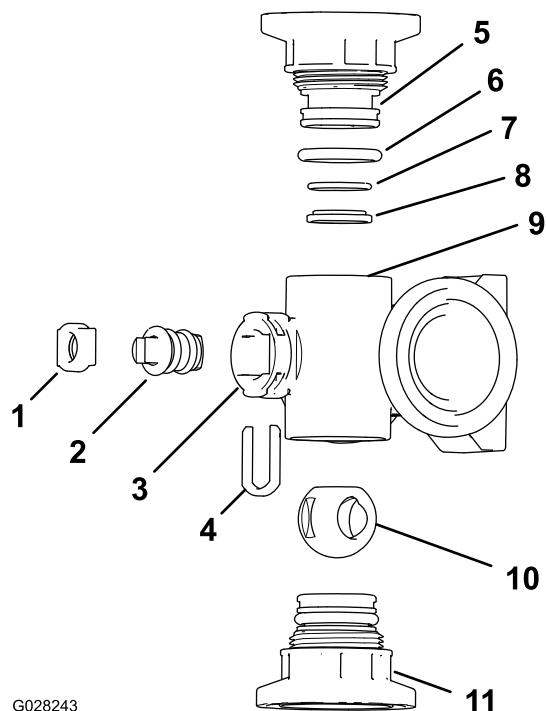

Bild 77
2. Nehmen Sie die zwei Endkappen-Anschlussstücke von jedem Ende des Verteilergehäuses ab (**Bild 77** und **Bild 78**).
4. Nehmen Sie den Schafthalter aus den Schlitzen im Schaftanschluss im Verteiler heraus (Bild 77 und Bild 78).
5. Nehmen Sie den Schafthalter und den Ventilschaftsocket aus dem Verteiler heraus (Bild 77 und Bild 78).
6. Fassen Sie in das Verteilergehäuse und nehmen Sie den Ventilschaft heraus (Bild 77 und Bild 78).
1. Überprüfen Sie den Zustand der O-Ringe des Auslaufanschlusstücks (nur Abschnittventilverteiler), der Endkappen-O-Ringe, der hinteren O-Ringe und den Kugelsocket auf Beschädigungen oder Abnutzung (Bild 77 und Bild 78).
2. Tragen Sie Silikonfett auf den Ventilschaft auf und setzen ihn in den Ventilschaftsocket (Bild 77 und Bild 78) ein.
3. Setzen Sie den Ventilschaft und den Socket in den Verteiler und befestigen Sie den Schaft und den Socket mit dem Schafthalter (Bild 77 und Bild 78).
4. Stellen Sie sicher, dass die hinteren O-Ringe und der Kugelsocket ausgefluchtet sind und im Endkappen-Anschlusstück sitzen (Bild 77 und Bild 78).
5. Bringen Sie das Endkappen-Anschlusstück am Verteilergehäuse an, bis der Flansch des Endkappen-Anschlusstücks das Verteilergehäuse berührt, drehen Sie dann das Endkappen-Anschlusstück um eine weitere Achtel- bis Viertelumdrehung (Bild 77 und Bild 78).